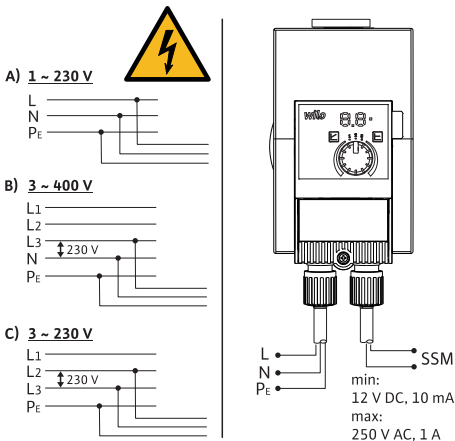

Fig. 3: Možnosti priključitve
- Priključite ju na 230-V nizkonapetostna omrežja. Pri priključitvi na IT-omrežja (oblika omrežja »Isolé Terre«) obvezno zagotovite, da napetost med fazami (L1-L2, L2-L3, L3-L1 → Fig. 3) ne bo presegala 230 V. V primeru napake (stik z zemljo) napetost med fazami in PE ne sme presegati 230 V.